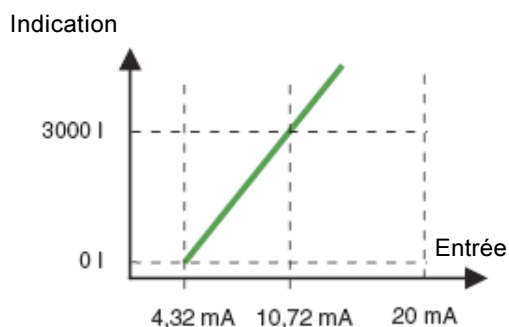

Figure 4
2. Le "USC" doit indiquer en litre le niveau utilisable dans le réservoir. Pour 0 litre, le détecteur mesure déjà une pression, dû au montage dans le manchon. On obtient la caractéristique dans la figure 4.